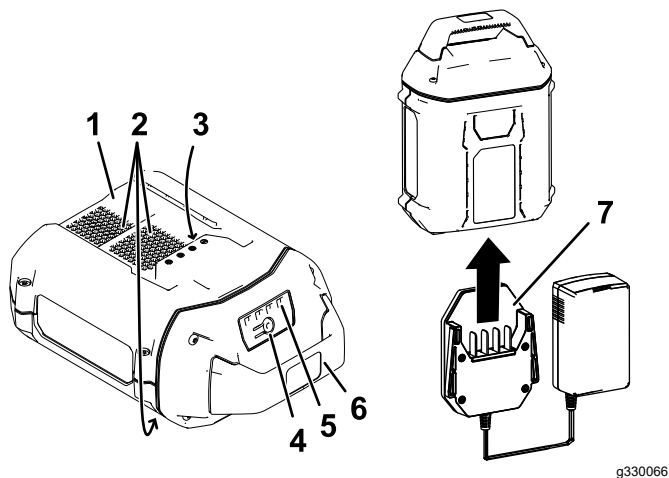

Figura 14
2. Alinee el cargador con el hueco de la parte trasera de la batería (Figura 14).
3. Introduzca el cargador en la batería hasta que esté completamente asentada (Figura 14).